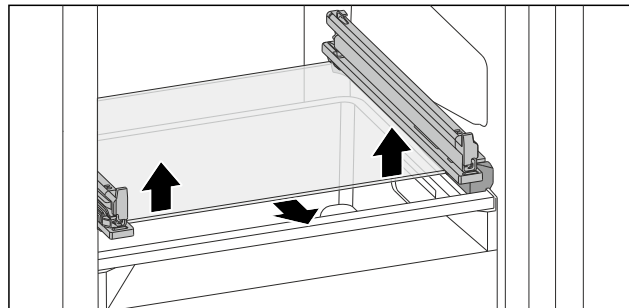

Fig. 108 A lebillenthető fiók üveglapja
- ▶ Tolja alulról felfelé az üveglapot mindkét oldalon. (lásd Fig. 108)